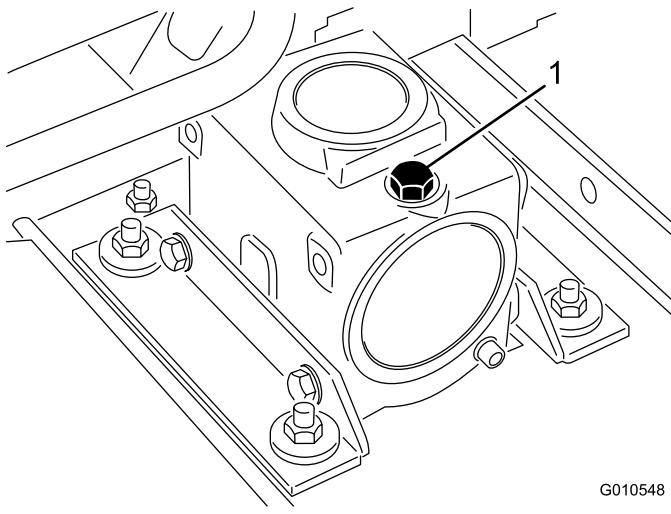

Bild 6
2. Nehmen Sie den Ölpeilstab bzw. die Ablassschraube oben am Getriebe ab (**Bild 6**) und stellen Sie sicher, dass der Schmiermittelstand zwischen den Marken am Peilstab liegt. Wenn der Schmiermittelstand niedrig ist, füllen Sie Schmiermittel ein, bis der Stand zwischen den Markierungen liegt.